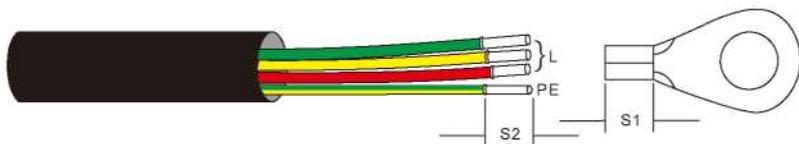

Figura 3.25 Cables de CA pelados
1) Pele el extremo de la cubierta aislante exterior del cable de CA unas 11.8 pulgadas y luego pele el extremo de cada cable (como se muestra en la figura 3.25)